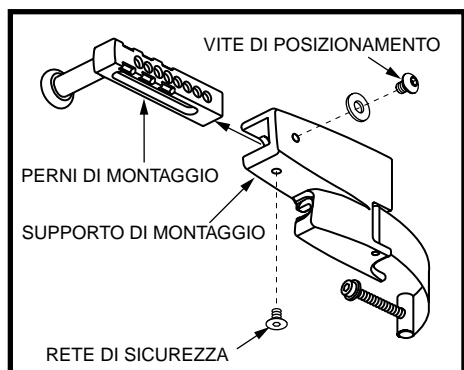
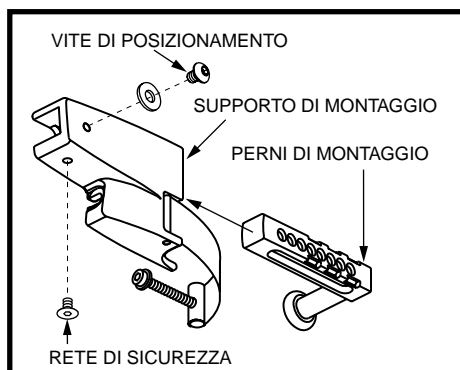
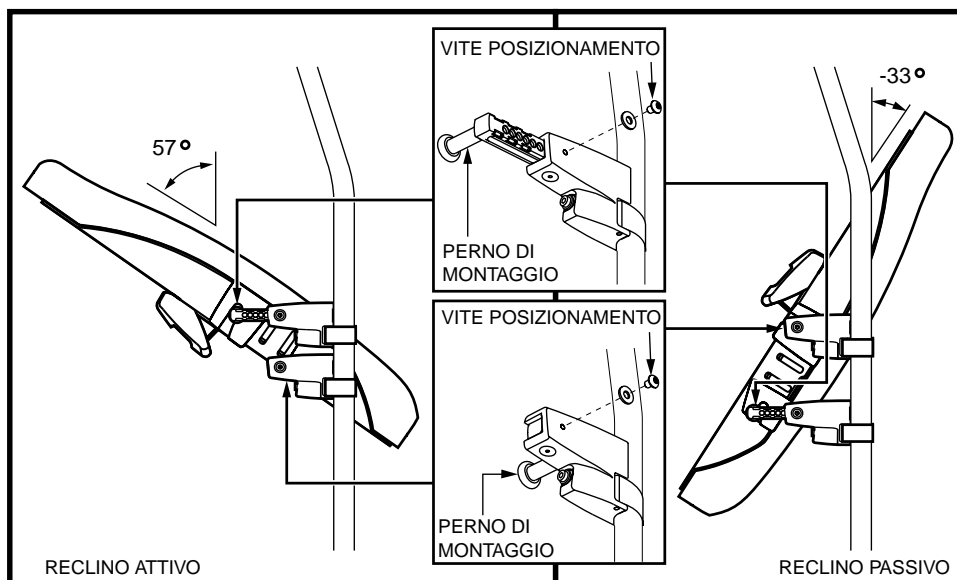

Figura 2. Perno di montaggio posteriore
Figura 3. Perno di montaggio anteriore
Figura 8. Inclinazione massima e regolazione dell'angolo di preinclinamento
Il perno di montaggio è utilizzabile nella parte anteriore o posteriore del supporto e funziona con la vite di posizionamento per impostare il Synergy Shape Back all'inclinazione e alla profondità di seduta desiderate. La vite di sicurezza deve essere rimossa prima del perno di montaggio e deve essere reinstallata una volta che il perno di montaggio è posizionato. Per massimizzare la profondità di seduta, posizionare i perni di montaggio nella parte posteriore del supporto. Vedi la figura 2. Per minimizzare la profondità di seduta, posizionare i perni di montaggio nella parte anteriore dei supporti. Vedi figura 3. Per massimizzare l'inclinazione, posizionare i perni di montaggio superiori nella parte posteriore del supporto e quelli inferiori nella parte anteriore. Per maggiori informazioni sulla regolazione del sedile, vedi "Regolazioni di comodità".
3. Se necessario, allentare le viti di posizionamento sui supporti di montaggio inferiori e inserire i perni. Vedi figura 8. Può essere necessario spostare i perni di montaggio nella parte anteriore. Vedere figura 3.
3. Se necessario, allentare le viti di posizionamento sui supporti di montaggio inferiori e estrarre i perni di montaggio. Può essere necessario spostare i perni di montaggio nella parte posteriore. Vedere figura 2.